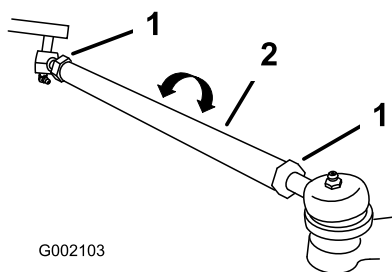

Figure 45
- Si la valeur obtenue n'est pas comprise dans la plage spécifiée (reportez-vous aux dimensions et aux paramètres mentionnés au début de cette procédure), desserrez les contre-écrous à chaque extrémité des biellettes (Figure 45).